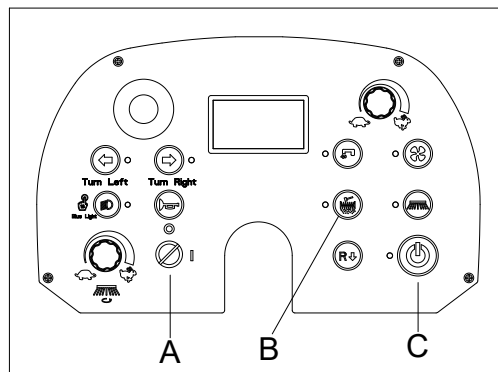

Figure 16
1. Appuyer sur le bouton de démarrage à un bouton (C, figure 16) afin de désactiver toutes les fonctions (aspirateur, brosses principales/latérales et pompe), puis les brosses principales et latérales seront levées.
2. Appuyer sur le bouton du secoueur du filtre afin d'activer le secoueur du filtre (B, figure 16)
4. Tourner la clé de contact (A, figure 16) sur « O » et la retirer.